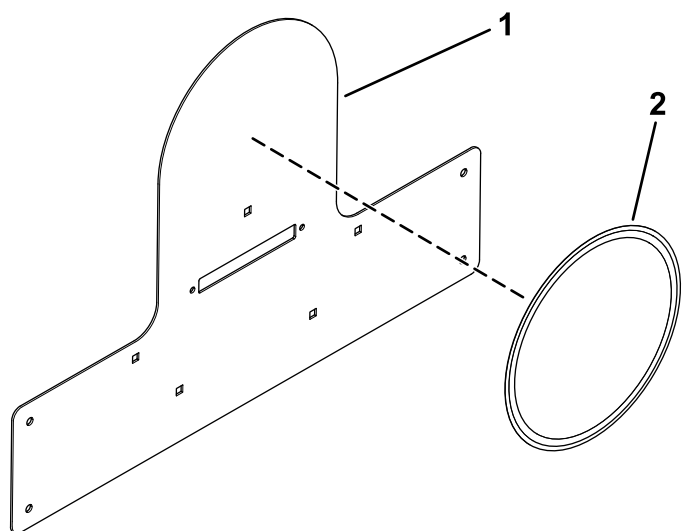

Figura 21
7. Applicate l'adesivo del limite di velocità sul supporto della piastra (Figura 21).